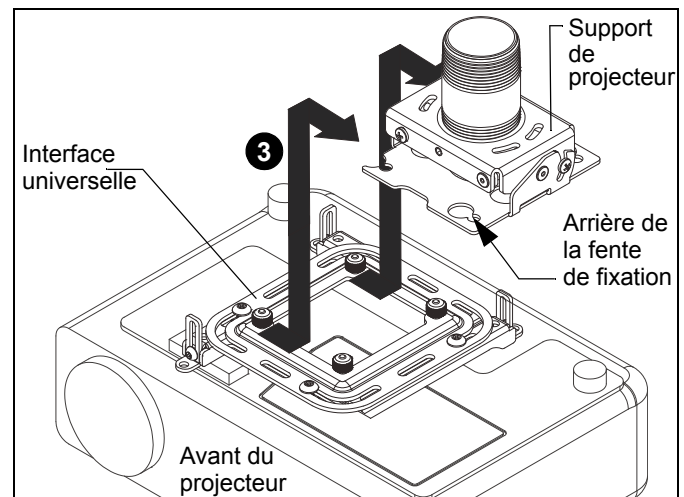

Figure 17
2. Orientez le projecteur attaché à l'interface universelle avec le support de montage pour projecteur. (Voir Figure 17)